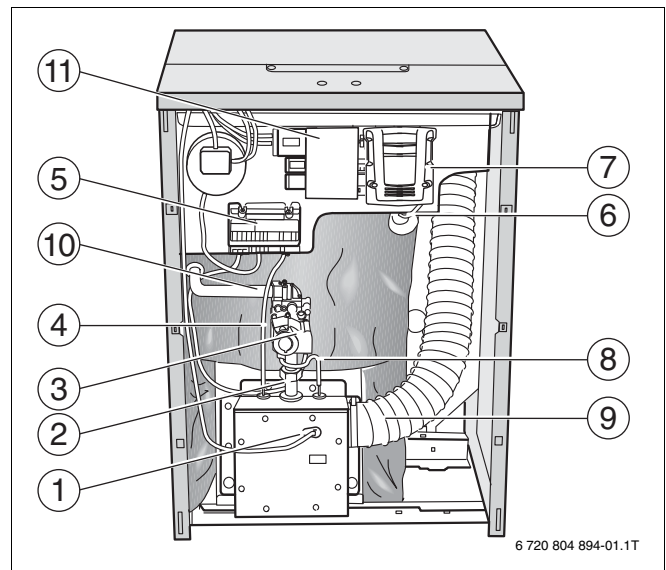

Fig. 3 Vue de face
12. Desserrer le tuyau d'arrivée d'air (→ fig. 3, page 6) et le détacher du caisson du brûleur.